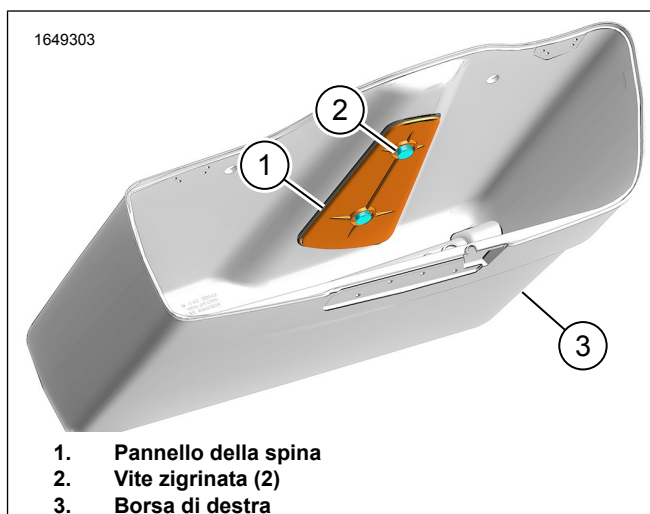

Figura 21. Pannello della Spina
4. Vedere la figura 21. Posizionare il pannello della spina (1) sulla cornice interna.
5. Installare la vite zigrinata (2). Serrare.